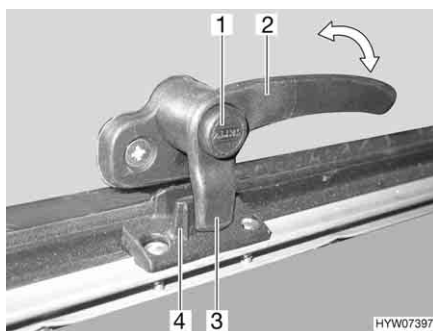
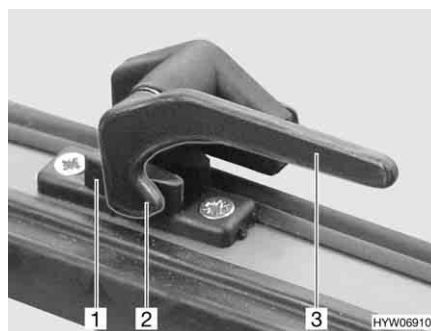

Fig. 64 Levier de verrouillage avec bouton de sécurité en position "Fermé"
Fig. 65 Levier de verrouillage en position "Fermé"
- S'il existe, appuyer sur le bouton de sécurité (Fig. 64,1) et le maintenir enfoncé.
- Tourner tous les leviers de verrouillage (Fig. 64,2 ou Fig. 65,3) d'un quart de tour vers le centre du lanterneau.
- Tourner tous les leviers de verrouillage (Fig. 64,2 ou Fig. 65,3) d'un quart de tour vers le cadre. Le tenon de verrouillage (Fig. 64,3 ou Fig. 65,2) repose sur le côté intérieur du verrouillage du lanterneau (Fig. 64,4 ou Fig. 65,1).
- En position "Fermé" (Fig. 64 et Fig. 65)